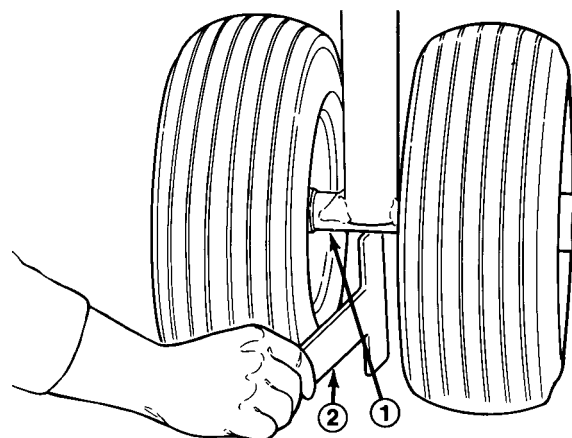

Fig. 12
2. Skyv den korte enden av rammehøydemåleren under frontakselen for å finne høyden. Måleren skal kontakte akselen når den står mot gulvet. Undersøk begge sider (fig. 12).